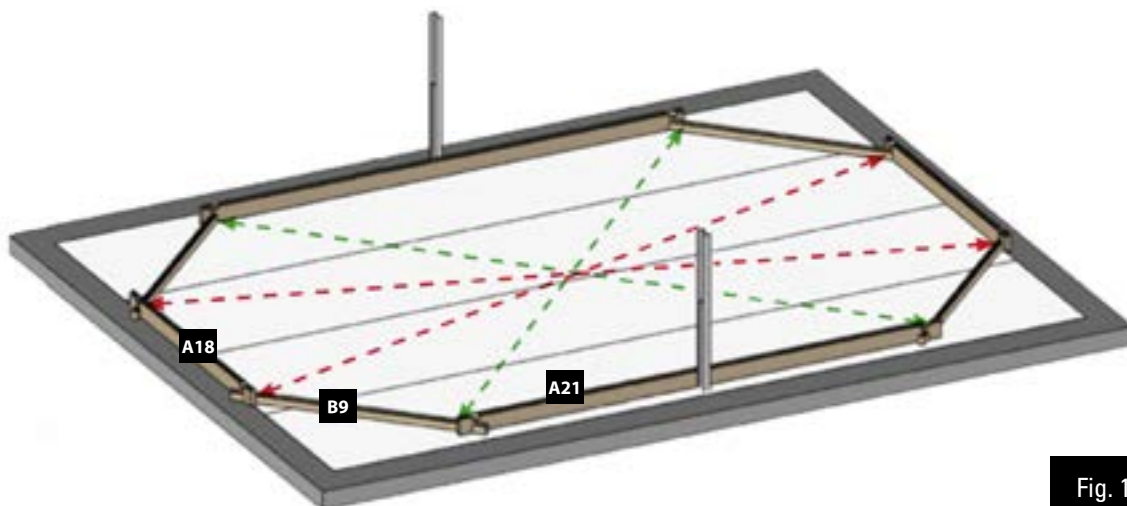

Fig. 1
**INSTALLATION OF THE FIRST LAYER OF BOARDS:** • Build the first layer placing boards (A18) and (B9) as shown by figure 1. • Adjust the shape of the pool using the inside dimensions indicated in the installation diagram (see page 40-41). • The drawing shows the inside dimensions of the pool for the different opposing diagonals. After having installed the first layer, you should check the inside dimensions of the pool.
**POSITIONNEMENT DE LA 1ÈRE RANGÉE DE MADRIERS :** • Constituez la première rangée, en disposant les madriers (A18) et (B9) comme indiqué sur la figure 1. • Ajustez la forme de la piscine en vous aidant des dimensions intérieures indiquées sur le plan d'implantation (Voir page 40-41). • Le plan donne les dimensions intérieures du bassin pour les différentes diagonales opposées.
**POSITIONIERUNG DER ERSTEN REIHE VON BRETTERN:** • Errichten Sie die erste Reihe, indem Bretter (A18) und (B9) platzieren, wie Abb. 1 zeigt. • Passen Sie die Form des Pools an, indem Sie die angezeigten Innenmaße verwenden, die in der Einbauezeichnung (Siehe Seite 40-41) aufgeführt sind. • Die Zeichnung zeigt die Innenmaße des Pools für die verschiedenen gegenüberliegenden Diagonalen.
**PLAATSING VAN DE EERSTE RIJ PLANKEN:** • Construeer de eerste rij door het plaatsen van planken (A18) en (B9) zoals te zien is op afbeelding 1. • Plan de vorm van het zwembad aan waarbij u gebruik maakt van de interne afmetingen die zijn aangegeven op het montageplan (Zie pagina 40-41). • Het plan geeft interne afmetingen van het zwembad aan voor de verschillende tegenover elkaar liggende diagonale lijnen.